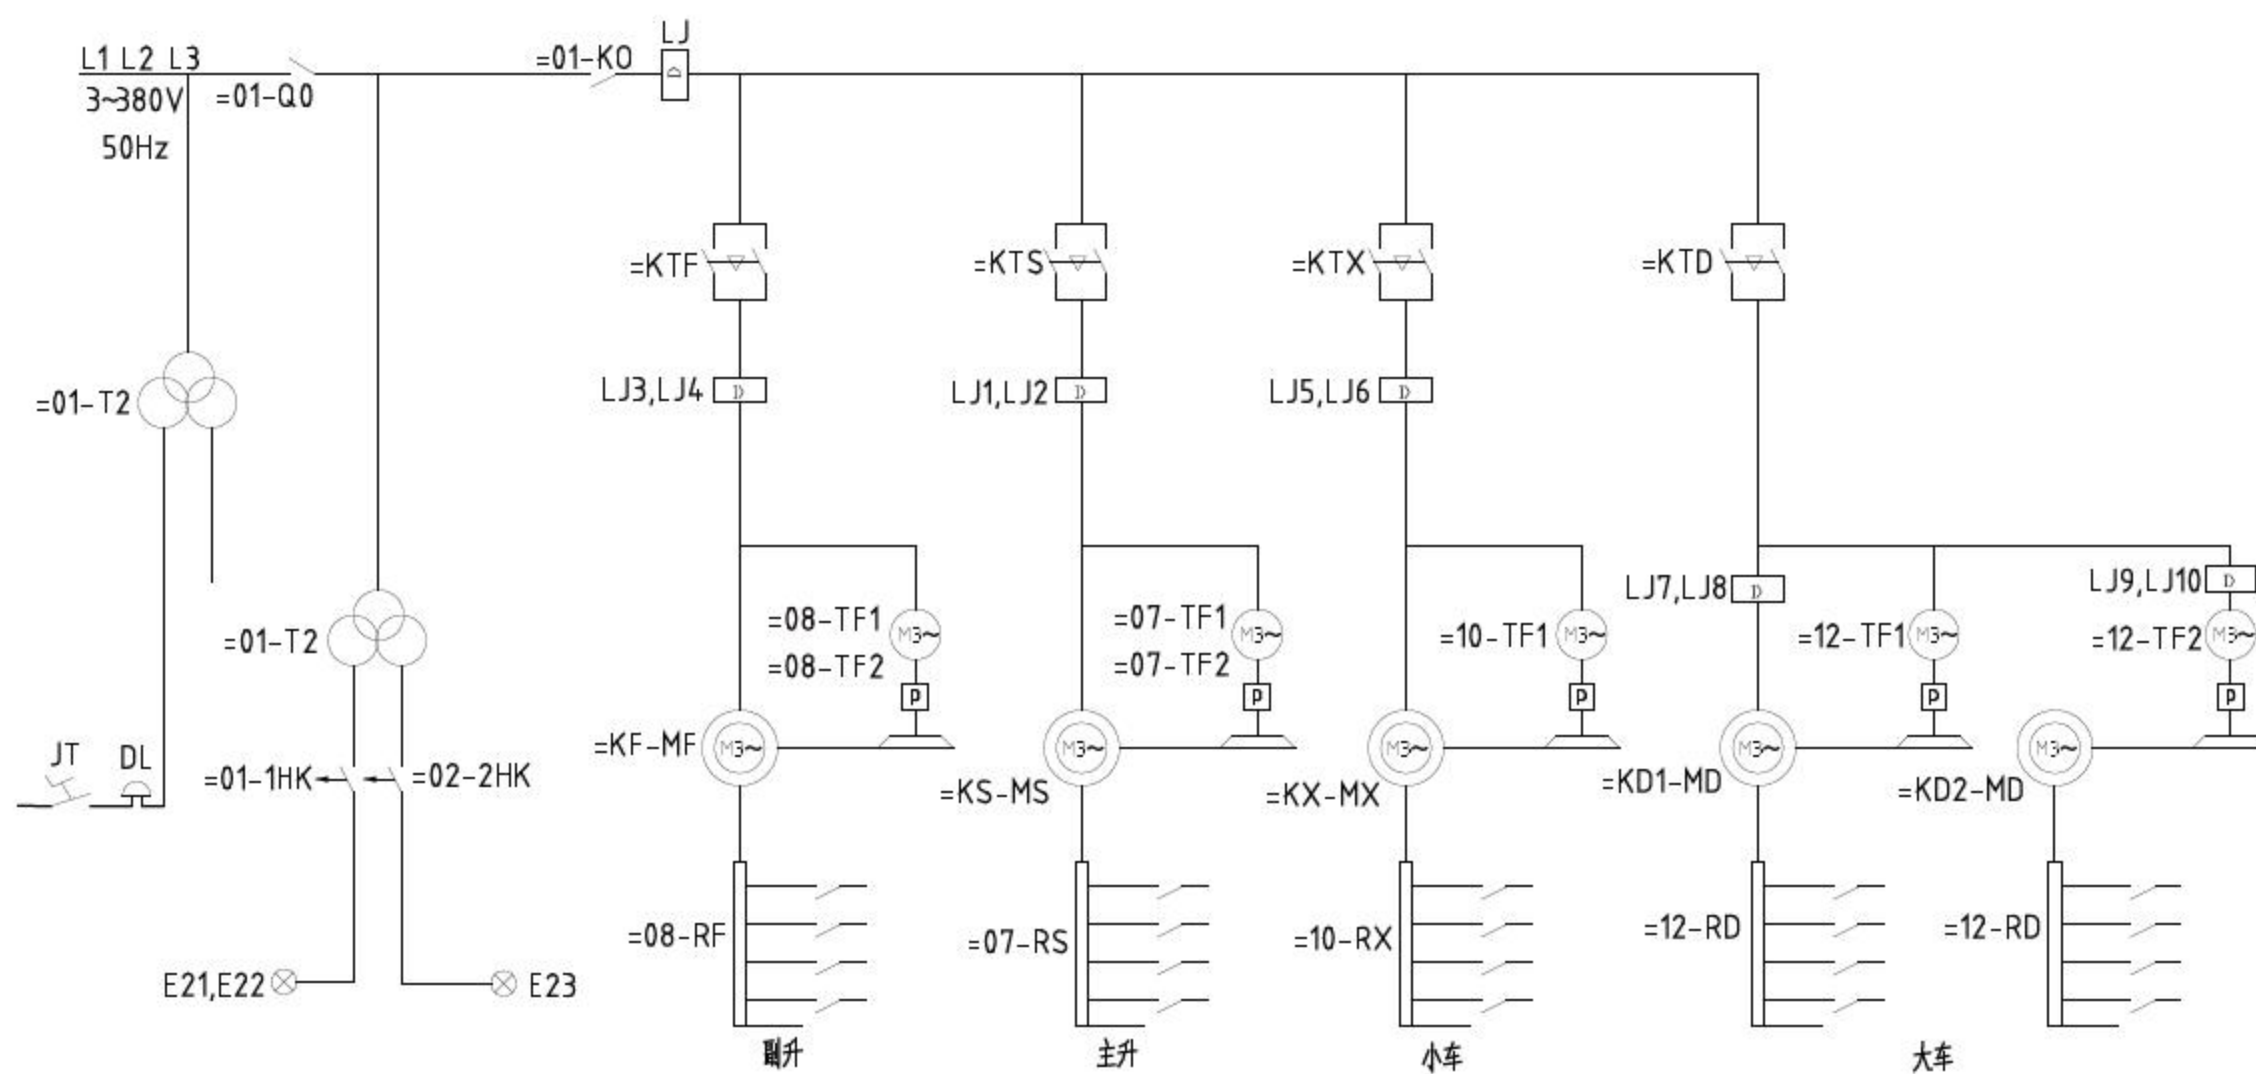

图11-52 标注文字
**01** 调用MT【多行文字】命令，为系统图绘制标注文字，结果如图11-52所示。